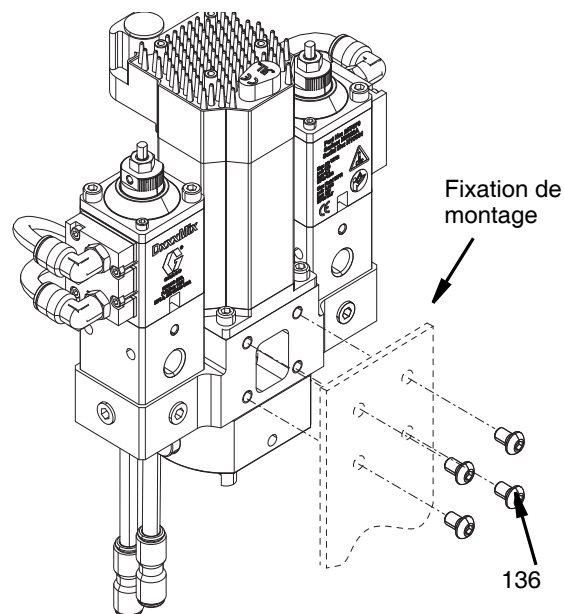

FIG. 26
La vanne de mélange dynamique Voltex est retirée du support de montage en dévissant les quatre vis M6 - 1,0 x 10 (136). Voir FIG. 26.